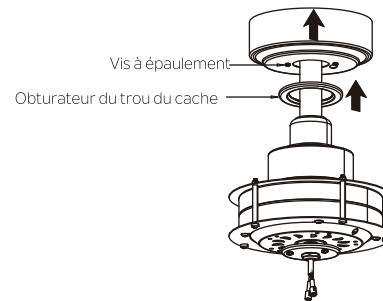

Fig. 16
Étape 3. Fixez et serrez bien l'obturateur du trou du cache sur les vis à épaulement dans le support de montage avec la fonction verrouillable. (Fig. 16)